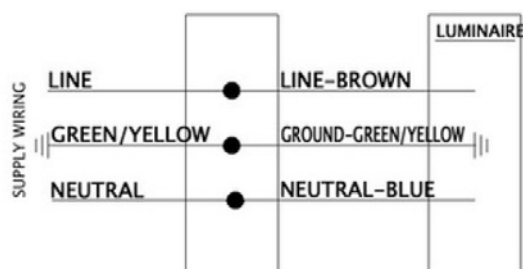

Fig4 (ELECTRICAL CONNECTIONS)
1. Tracer les repères du terrain conformément aux données indiquées dans la Figure 4.